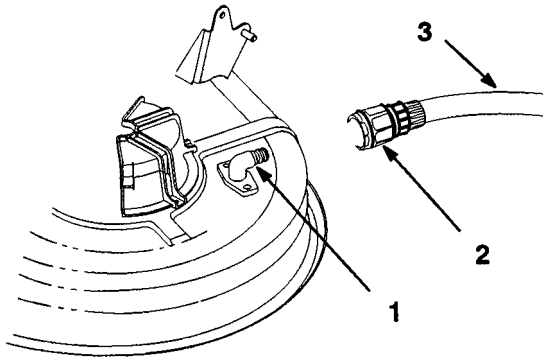

Figure 54
2. Brancher le raccord (non fourni) au raccord coudé de lavage de la tondeuse et ouvrir l'arrivée d'eau au maximum (Fig. 54).